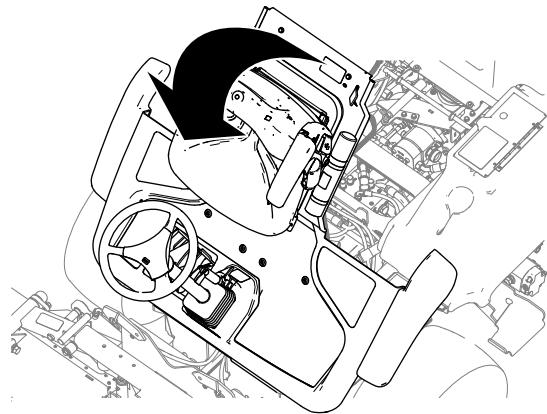

Figure 52
2. Relevez la plateforme (Figure 52).